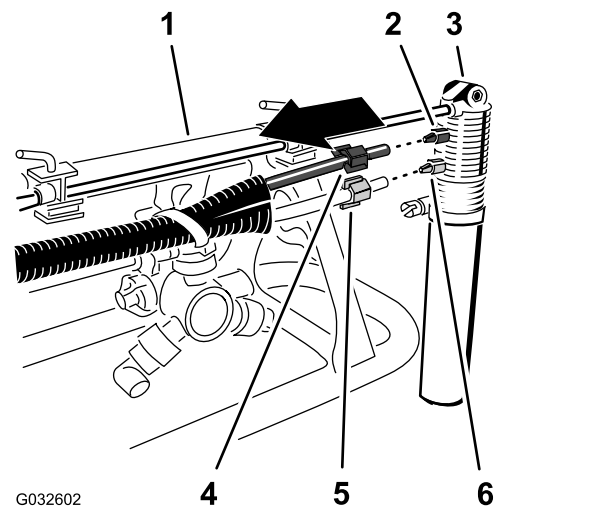

Figure 21
2. Sur la buse du traceur à mousse, desserrez l'écrou à compression qui fixe le tube bleu (eau) au raccord à compression bleu de la buse (Figure 21).
3. Desserrez l'écrou à compression qui fixe le tube transparent (air) au raccord à compression blanc de la buse du traceur à mousse (Figure 21).
5. Desserrez les écrous à compression aux extrémités des tubes (Figure 21).